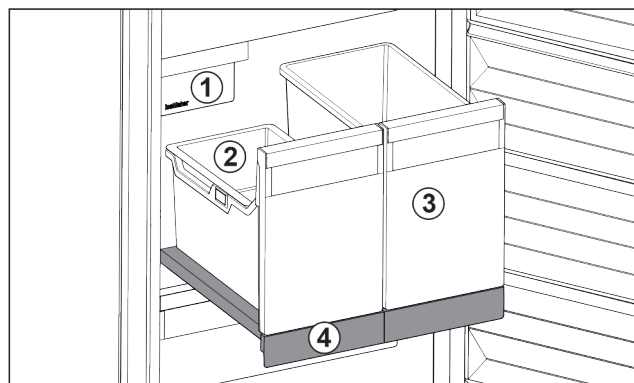

Fig. 117 Ripiano estraibile con IceTower
Sul ripiano estraibile ci sono due contenitori alti (IceTower). I cubetti di ghiaccio dall'IceMaker vengono raccolti e conservati nel contenitore Fig. 117 (2). Il contenitore Fig. 117 (3) è adatto per conservare alimenti alti come pizze o bevande alcoliche.